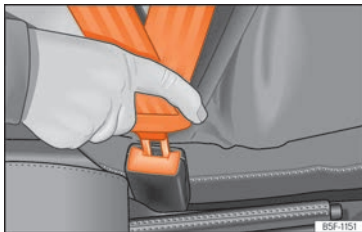

Fig. 10 Insertar la lengüeta del cinturón de seguridad en su cierre.
- Encastre la lengüeta en el cierre del asiento correspondiente » » » fig. 10.